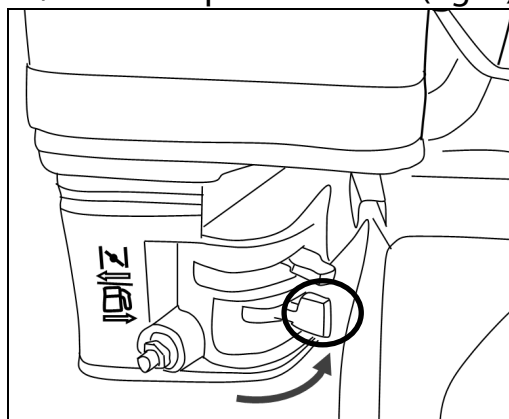

Fig.7
A. Posizionare la leva ON/OFF sulla posizione ON (fig. 7)